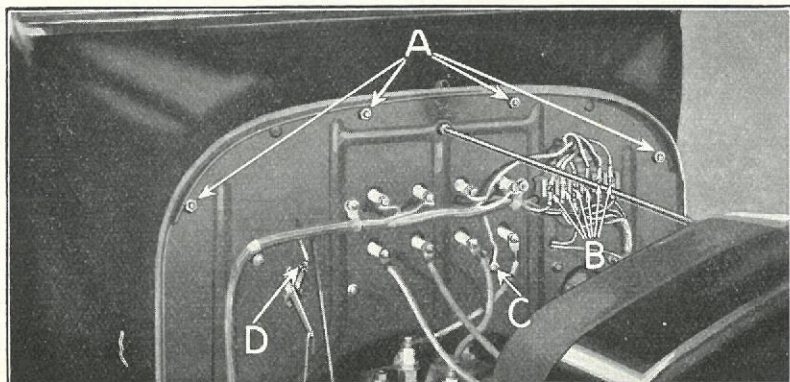

Fig. 13.
- (b) Skru Møtrikkerne af og udtag de 4 Bolte, der holder Forbrættet til Karosseriet (Se Fig. 13-A).